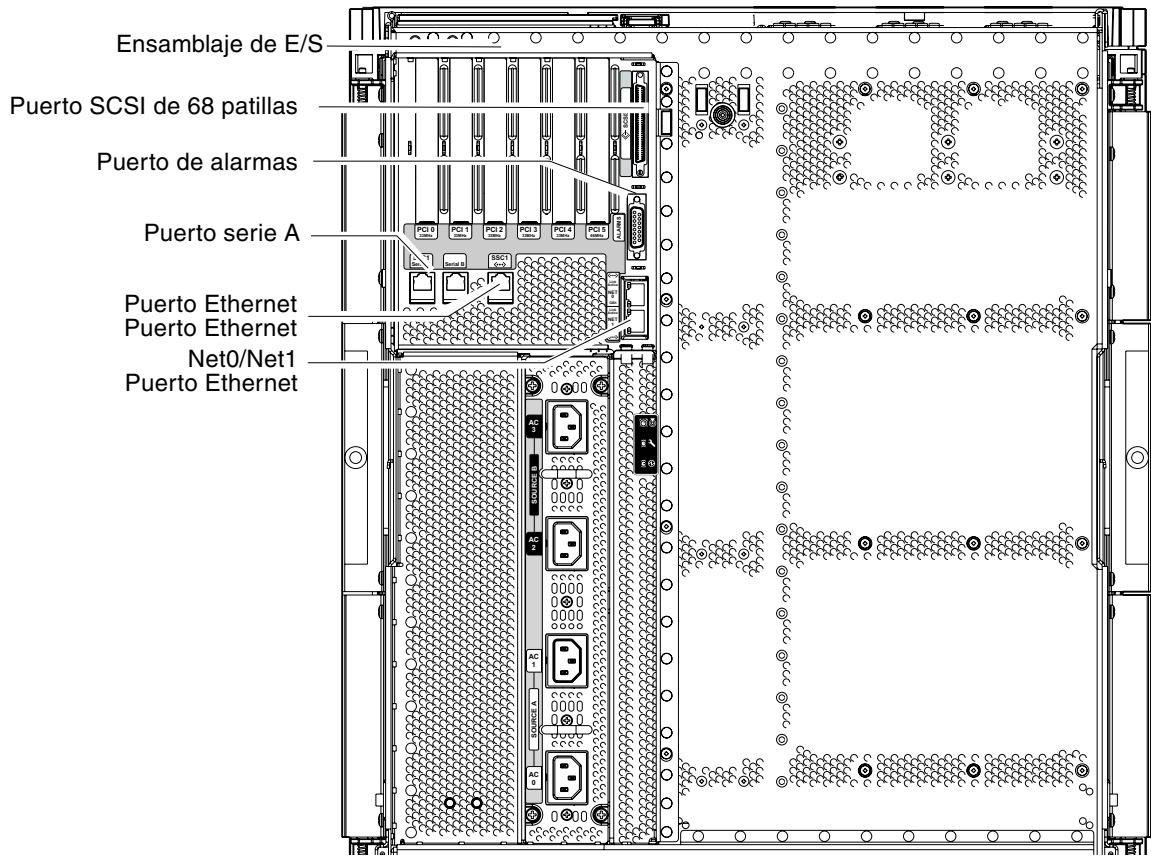

FIGURA 1-24 Ubicación del controlador del sistema y los ensamblajes de E/S
1. **Conecte un extremo del cable Ethernet de E/S al puerto Ethernet Net0/Net1 (FIGURA 1-24).**